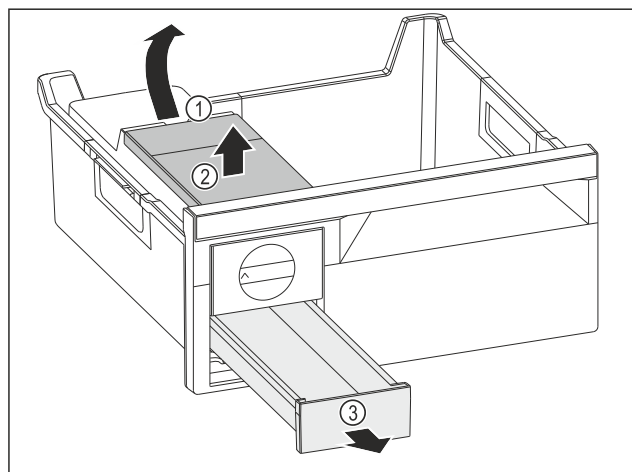

Fig. 95
- ▶ Wyjmowanie zbiornika wody: Zbiornik wody unieść za wycięcia Fig. 95 (1).
- ▶ Wyjąć zbiornik wody Fig. 95 (2) do góry.
- ▶ Wyjąć szufladę na kostki lodu Fig. 95 (3) do przodu.